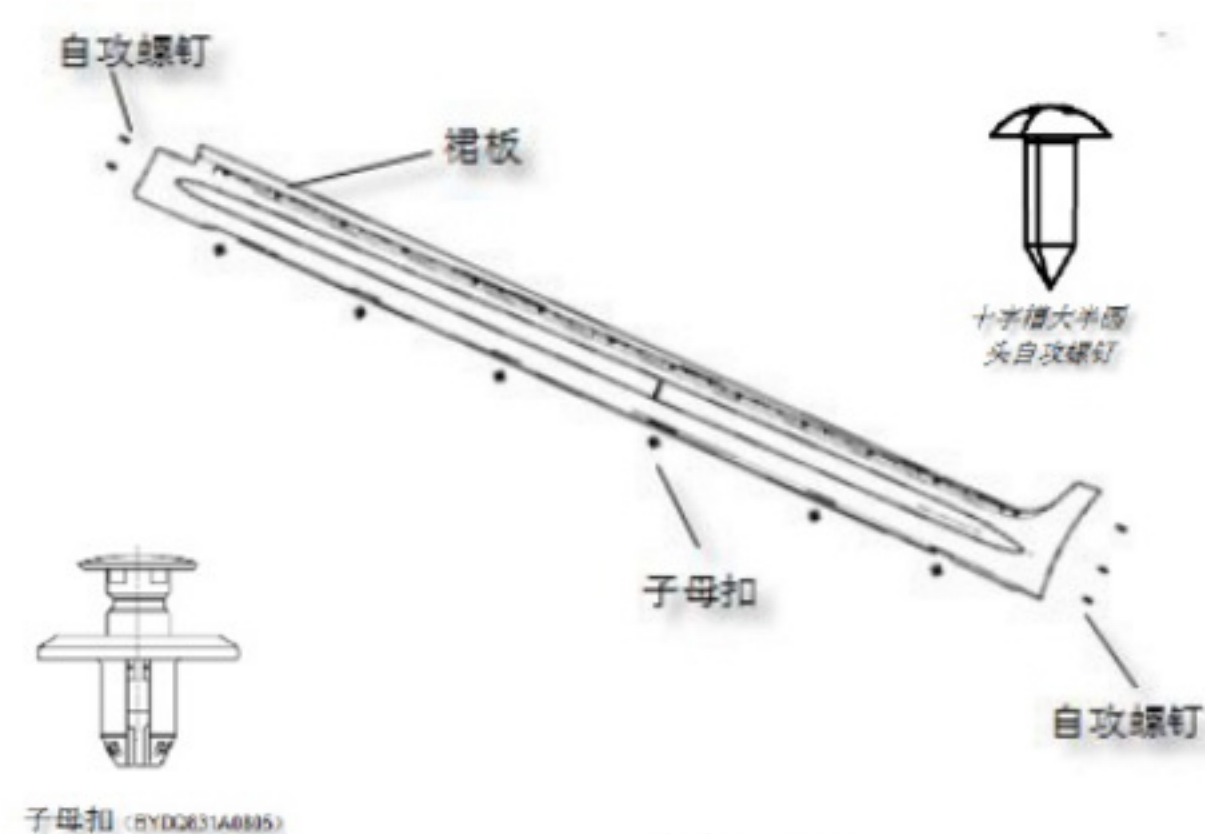

图 2-23
- (1) 用十字螺丝刀将车身前轮和后轮处 5 个自攻螺钉拆卸掉；
- (2) 用一字螺丝刀将于车身底部支架连接的 6 个子母扣拆卸掉，如图 2-23 所示；
- (3) 将裙板沿 Y 向向外拉，即可完成裙板的拆卸；
- (4) 裙板的安装顺序与拆卸相反。